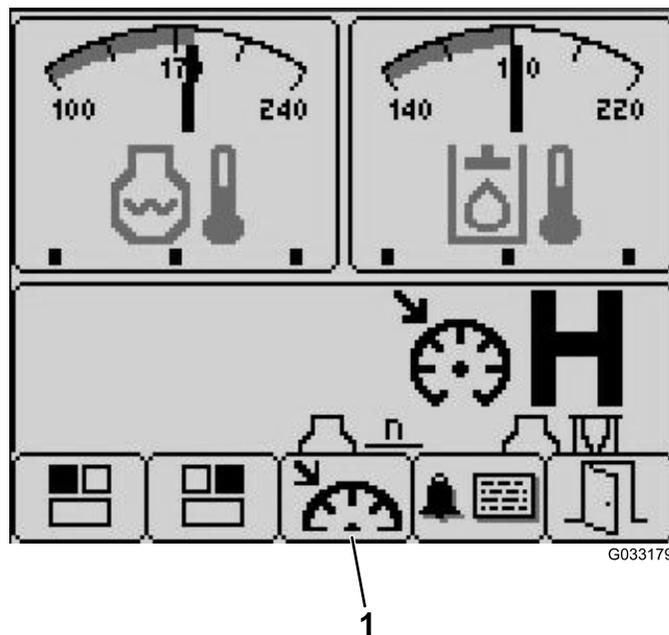

図 28
3. ボタン3を押してクルーズコントロールCruise Control画面 図 28へ行く。